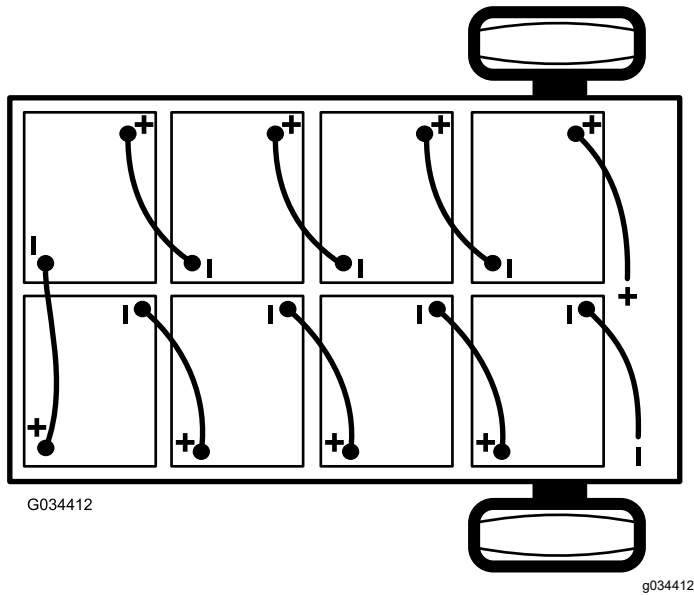

Figure 39
2. Débranchez le câble négatif principal (noir) de la batterie qui relie la rangée de batteries au point de masse de la machine (Figure 39).
3. Débranchez le câble positif principal (rouge) qui relie la rangée de batteries au contacteur principal de la machine (Figure 39).
Remarque: Tenez compte de la polarité lors de la mise en place des batteries neuves (Figure 39).
6. Reliez les batteries entre elles, comme montré à la Figure 39, avec les câbles d'interconnexion que vous avez retirés à l'opération 1.
2. Branchez le câble positif principal (rouge) entre la rangée de batteries et la machine (Figure 39).
3. Branchez le câble négatif principal (noir) entre la rangée de batteries et la machine (Figure 39).